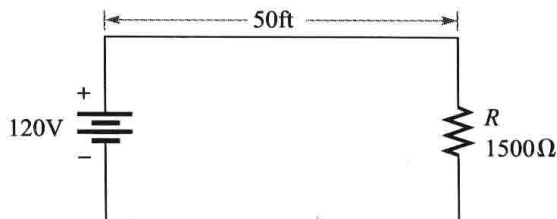

图 2-69 习题 37 图
37. 120V 电源经两段长导线连接 1500Ω 阻性负载, 如图 2-69 所示。电压源距负载 50ft, 如果要求两段导线的总电阻不超过 6Ω , 利用表 2-3 确定最细导线的规格号。